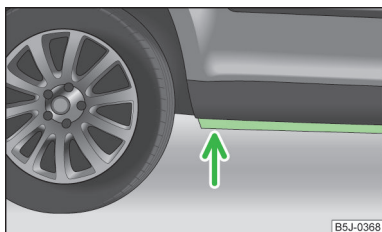

Fig. 96
- ▶ Prima di attraversare tratti d'acqua verificare la profondità dell'acqua. Il livello dell'acqua deve arrivare al massimo alla cresta verticale del longherone inferiore » fig. 96;